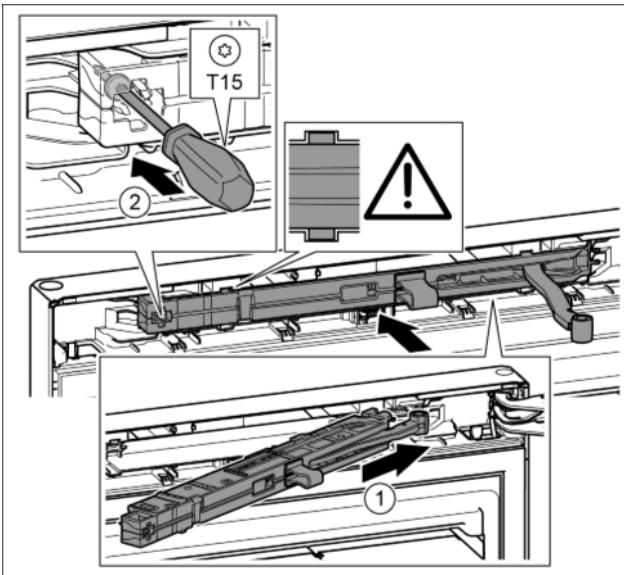

Fig. 23
- ▶ Introduire à fond l'amortisseur de fermeture du côté du support de palier dans la rainure en l'inclinant. *Fig. 23 (1)*
- ▶ Serrer la vis avec un tournevis T15. *Fig. 23 (2)*